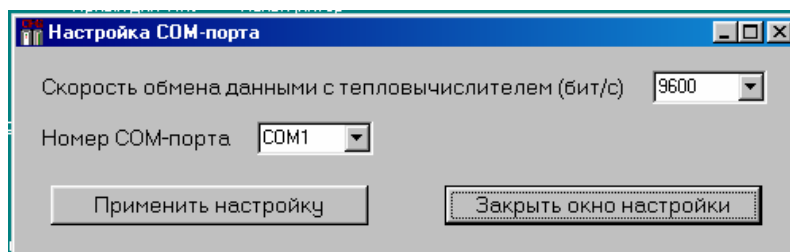

Рис. 4.1. Окно настройки COM-порта
4.1.1. Откройте окно "Настройка COM-порта". Для этого нажмите клавишу "Настройка COM-порта" в основном окне программы. На экране монитора должно появиться окно настройки COM-порта рис.4.1.